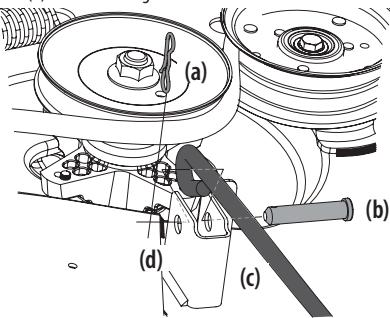

Figura 38
- b. Extraiga el tercer pasador con unión curva (a) del pasador de horquilla (b) que sujeta la varilla de control de la plataforma delantera (c) al soporte delantero de elevación de la plataforma (d). Extraiga los pasadores de horquilla (b). Consulte la Figura 38.